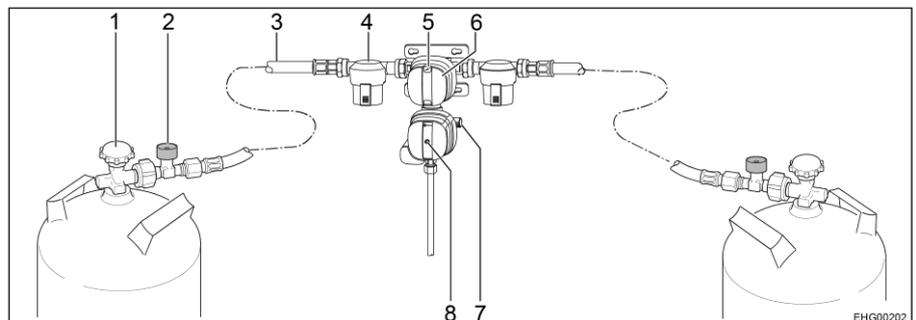
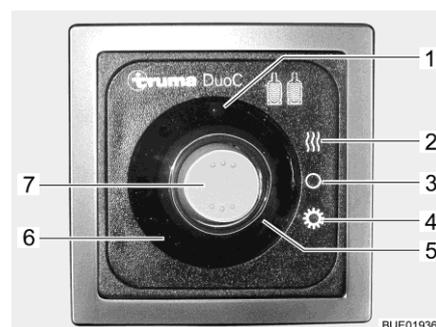

Fig. 94 Système de réglage de la pression de gaz de sécurité DuoControl CS
Fig. 95 Unité de commande (DuoControl)
Le système de réglage DuoControl se compose d'une valve de commutation et d'un capteur de crash. Le système de réglage DuoControl est monté entre les tuyaux haute pression (Fig. 94,3) avec une sécurité de rupture de tuyau (Fig. 94,2). Un bouton rotatif (Fig. 94,6) situé sur la valve de commutation permet de définir laquelle des bouteilles de gaz est celle de service et laquelle est celle de réserve.
L'état de l'alimentation en gaz est affiché sur le regard (Fig. 94,5) :
Le capteur de crash coupe l'arrivée du gaz en cas de secousses importantes (par exemple accident). L'état de service du capteur de crash est reconnaissable à la position du bouton Reset jaune (Fig. 94,8) :
- Quand le bouton Reset jaune (Fig. 94,8) est enfoncé, le capteur de crash est opérationnel.
- Quand le bouton Reset jaune (Fig. 94,8) n'est pas enfoncé, le capteur de crash **n'est pas** opérationnel. Mise en service voir ci-dessous.
La sécurité de rupture de tuyau (Fig. 94,2) coupe l'arrivée de gaz quand le tuyau raccordé se rompt. La sécurité de rupture de tuyau s'active en appuyant sur la touche verte.
L'unité de commande indique l'état de la bouteille de service. Lorsque le voyant de contrôle vert (Fig. 95,6) s'allume, la bouteille de service est entièrement chargée. Lorsque le voyant de contrôle rouge (Fig. 95,5) s'allume, la bouteille de service est vide. L'alimentation en gaz s'effectue également par la bouteille de réserve.
Quand le chauffage du système de réglage DuoControl (dégivreur) est actif, le voyant de contrôle jaune de dégivrage est allumé (Fig. 95,1).
L'unité de commande (Fig. 95) sert également à régler le régime été ou hiver.
- Appuyer sur le bas du commutateur à bascule (Fig. 95,7) (position régime été (Fig. 95,4)).
- Appuyer sur le haut du commutateur à bascule (Fig. 95,7) (position régime hiver (Fig. 95,2)).
- Choisir la bouteille de gaz avec le bouton rotatif (Fig. 94,6) de la valve de commutation à partir de laquelle le gaz sera utilisé principalement (bouteille de service). Toujours tourner le bouton rotatif à fond.
- Ouvrir les robinets principaux (Fig. 94,1) des bouteilles de gaz.
- Appuyer sur la touche verte de sécurité de rupture de tuyau (Fig. 94,2) pendant environ 5 secondes. Le repère vert est affiché sur le regard (Fig. 94,5).
- Quand le capteur de crash s'est déclenché (le bouton Reset jaune (Fig. 94,8) n'est pas enfoncé) :
Enfoncer fermement le bouton Reset (Fig. 94,8), le tourner légèrement dans le sens des aiguilles d'une montre et le maintenir environ 5 secondes enfoncé. S'assurer que le bouton Reset reste en position enfoncée ("opérationnel").
- Placer le commutateur à bascule (Fig. 95,7) sur la position ARRÊT (Fig. 95,3). Les voyants de contrôle s'éteignent.
- Fermer les robinets principaux (Fig. 94,1) des bouteilles de gaz.
Le voyant de contrôle vert (Fig. 95,6) s'éteint durant le fonctionnement et le voyant de contrôle rouge (Fig. 95,5) s'allume quand la bouteille de service est vide et doit être remplacée. Le repère rouge est indiqué sur le regard (Fig. 94,5) de la bouteille de gaz correspondante. La bouteille de réserve alimente les appareils à gaz.
- Tourner le bouton rotatif (Fig. 94,6) à fond en direction de la bouteille de gaz actuellement utilisée. Cette bouteille de gaz devient alors la bouteille de service, la bouteille vide devient celle de réserve. Le repère dans le regard (Fig. 94,5) passe du rouge au vert.
- Fermer le robinet principal (Fig. 94,1) de la bouteille de gaz vide. Observer le sens de la flèche.
- Appuyer sur la touche verte de la sécurité de rupture de tuyau (Fig. 94,2).